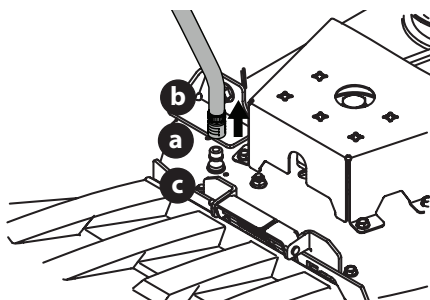

Figure 30
3. Tirez sur le collier d'arrêt (a) de l'adaptateur de buse (b), puis poussez l'adaptateur de buse sur la buse de nettoyage du plateau (c). Relâchez le collier d'arrêt pour verrouiller l'adaptateur de busesur la buse de nettoyage du plateau (Figure 30).